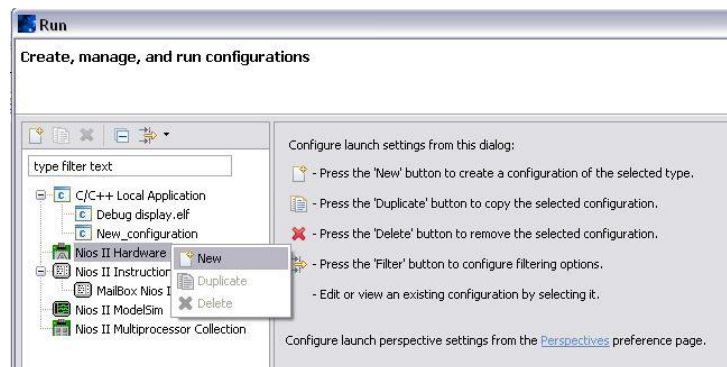

Figura D56 Programación sobre la tarjeta
2. En el cuadro de dialogo de programación que a continuación se despliega nos ubicamos en la parte derecha, en **Nios II Hardware** aparecerá el nombre de nuestro proyecto, presionando clic derecho sobre éste seleccionamos en el menú New Figura D56: